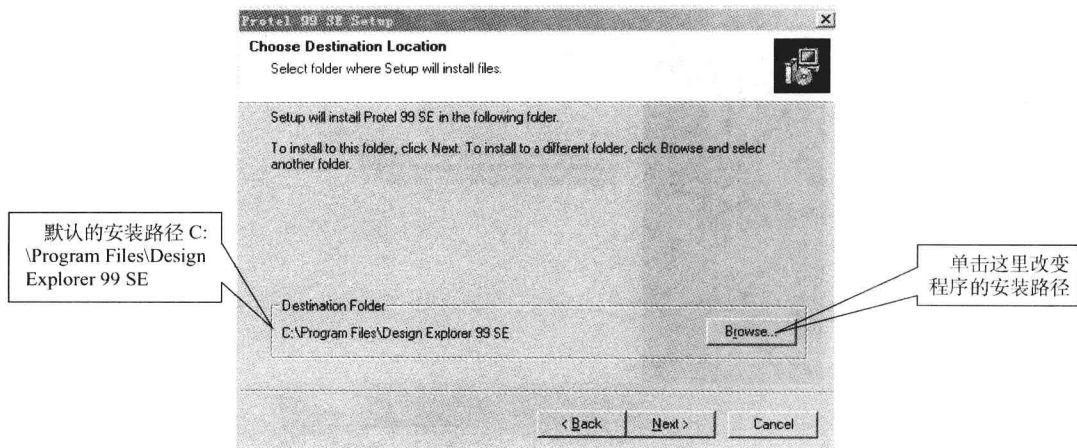

图 1-3 “Choose Destination Location”对话框
3) 单击“**Next >**”按钮，弹出“Choose Destination Location”对话框，如图 1-3 所示。安装程序默认的安装路径是 C: \ Program Files \ Design Explorer 99 SE，单击“**Browse...**”按钮，即可更改程序的安装路径，确定 Protel 99 SE 安装路径。